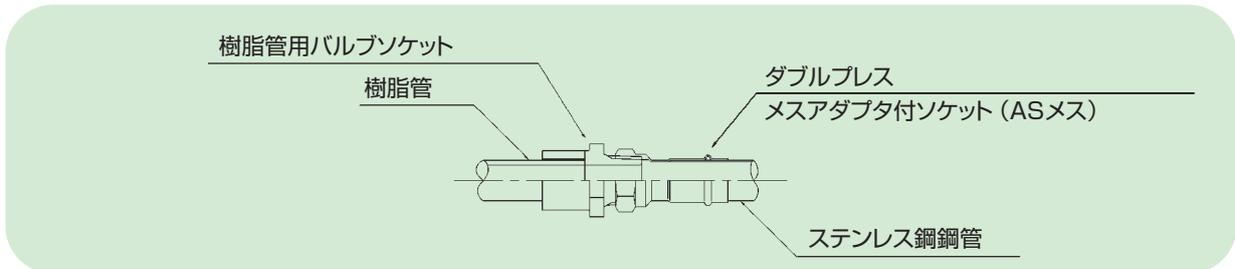

図2-10-6 樹脂管とのねじ接合
(4) 樹脂管との接合方法
- 図2-10-6のように接合します。